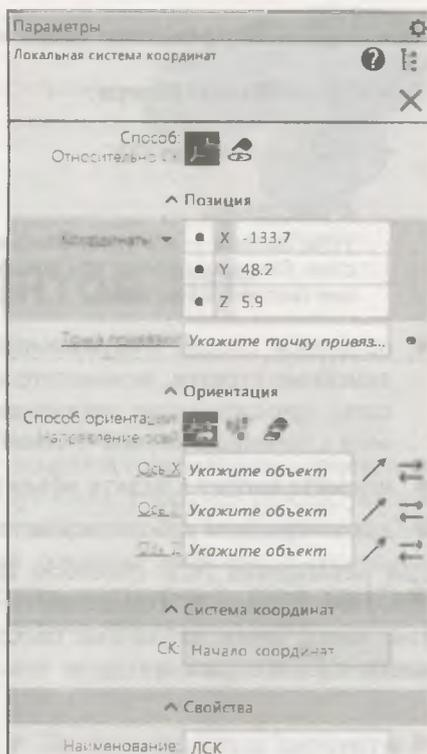

Рис. 20.25. Панель Параметры: Локальная система координат
- ◆ на панели **Параметры: Локальная система координат** (рис. 20.25) в группе **Способ** необходимо выбрать способ построения ЛСК: